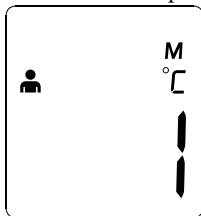

Рис. 5
1. Режим памяти доступен в режиме измерения как температуры лба, так и температуры объекта: после включения термометра и выбора режима измерения температуры лба или температуры объекта (рис. 2 или 4) или после самотестирования нажать на **КНОПКУ**  [символ] и удерживать ее нажатой в течение трех секунд. У правого верхнего края дисплея появляется буква М (рис. 5).